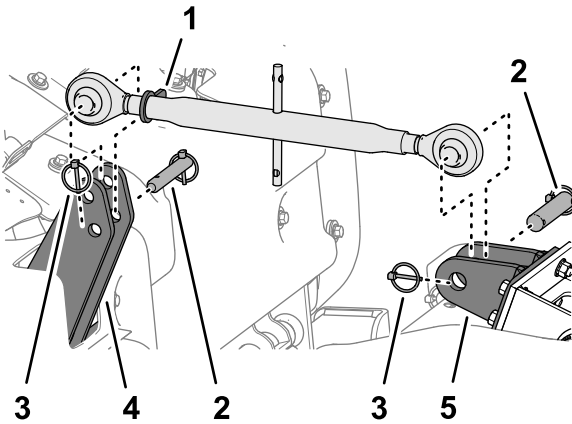

图 48
2. 拧松锁紧螺母图 48 并旋转上方调节连杆释放机器与主机之间的张紧力。
3. 拆下将上调节连杆固定到机器上挂接板的保险销和连杆销图 48。
4. 拆下将上调节连杆固定到主机连杆支架的保险销和连杆销图 48。